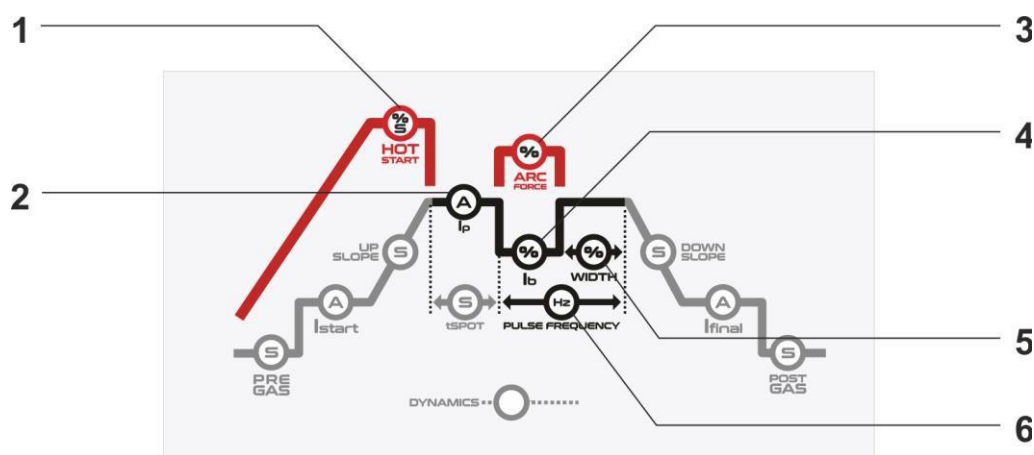

Fig. 2 – Parâmetros MMA
- Hot Start (Fig.2 - 1) - Para forçar a ignição de arco, ajustar a percentagem de hot start em relação à corrente principal e/ou o tempo (segundos).
- Arc Force (Fig.2 - 3) - Para evitar a colagem do eléctrodo à peça a soldar durante a soldadura, ajuste a percentagem, de arc force em relação à corrente principal.
- I_b (Fig.2 - 4) - definir a corrente de soldadura de base como uma percentagem da corrente principal.
- LARGURA (Fig.2 - 5) - ajustar a largura do pico de corrente de 10% a 90%.
- FREQUÊNCIA DE PULSO (Fig. 2 - 6) - definir a frequência da corrente pulsada em Hertz.